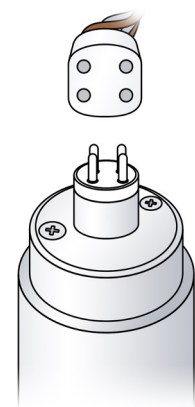

図3
- ランプコネクタをUVの端に接続し、コネクタがピンと正しく合っていることを確認します。（前頁の図3を参照）